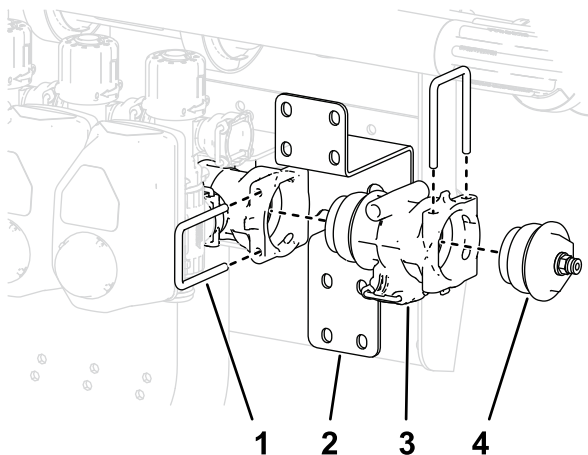

Figura 35
3. Demontai opritorul care fixează capacul fittingului i elementul de cuplaj de la capătul seciunii supapei (Figura 35).